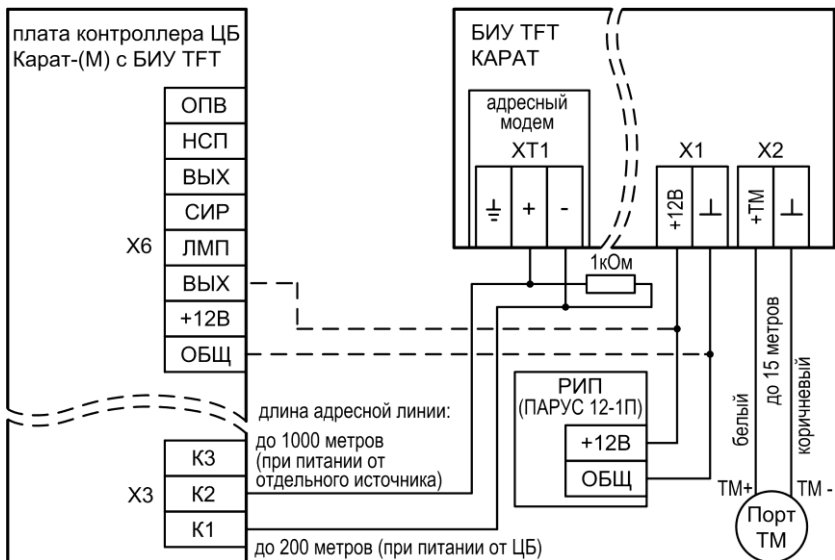

Рис.13 Схема подключений БИУ TFT.
3. Подключите БИУ TFT к ЦБ, РИП (при наличии) к БИУ TFT, порт Touch Memory к БИУ TFT (рис.13).